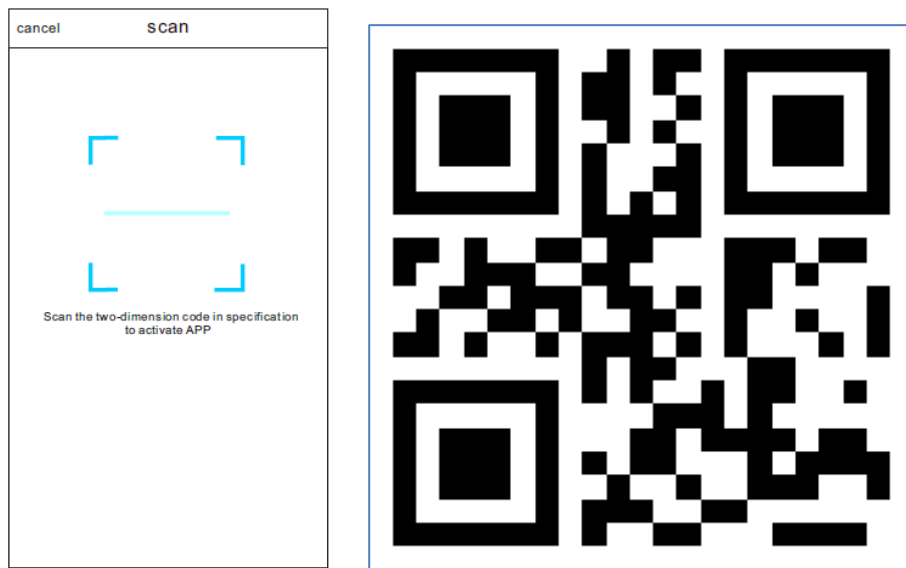

Fig.3
1. Funzione SCAN: Cliccando il pulsante “scan” e scannerizzando il codice QR sulla destra. (Vedi Fig.3)